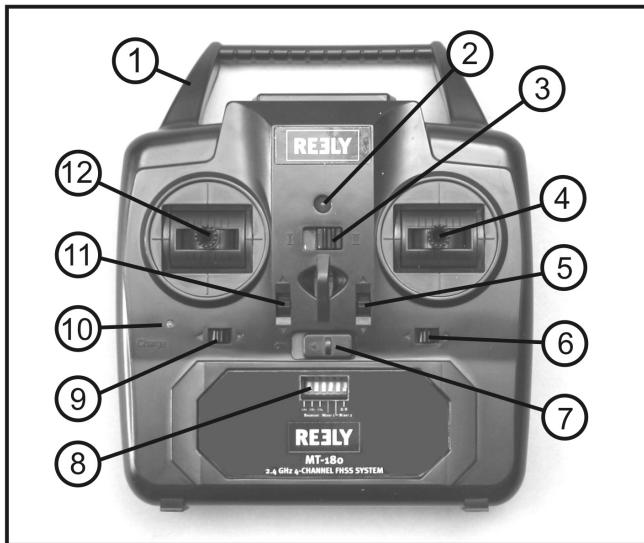

Figure 1
Le commutateur de mode (voir également figure 1, n° 3) permet d'exploiter la télécommande en mode 1 ou en mode 2. Le commutateur en position à gauche active le mode 1. Le commutateur en position à droite active le mode 2.
C'est pourquoi il est nécessaire de mettre d'abord le levier de commande de la fonction du moteur en position médiane avant d'actionner le commutateur de mode (figure 1, n° 3). Ni l'émetteur, ni le modèle réduit ne doivent être en service pendant la commutation de Mode afin que le moteur d'entraînement du modèle réduit ne démarre pas de manière intempestive.
Après avoir inséré des piles neuves dans l'émetteur, allumez l'émetteur pour le tester en appuyant sur l'interrupteur de fonctionnement (voir figure 1, n° 7). Pour ce faire, faites coulisser l'interrupteur de fonctionnement de la droite « OFF » vers la gauche « ON ».
Afin de confirmer que l'alimentation électrique est correcte, le voyant de fonctionnement rouge (voir figure 1, n° 2) s'allume et l'émetteur émet une tonalité brève.
Même si le dispositif électronique de réception à l'intérieur du modèle réduit est équipé d'un circuit de protection intégré visant à éviter un démarrage accidentel du moteur d'entraînement, vous devez vous assurer que le levier de commande pour la fonction du moteur (voir figure 1, n° 4 ou 12) se trouve bien en position « Arrêt moteur » avant chaque mise en service de l'émetteur. Pour ce fait, le levier de commande doit être poussé complètement vers le bas ou être rapproché tout près du corps.
Une fois la batterie bien insérée dans le compartiment de recharge et le contact établi entre le connecteur enfichable de la batterie (4) et le compartiment de recharge, le voyant de charge (voir figure 1, n° 10) s'allume et signalise ainsi que le cycle de charge se déroule correctement.